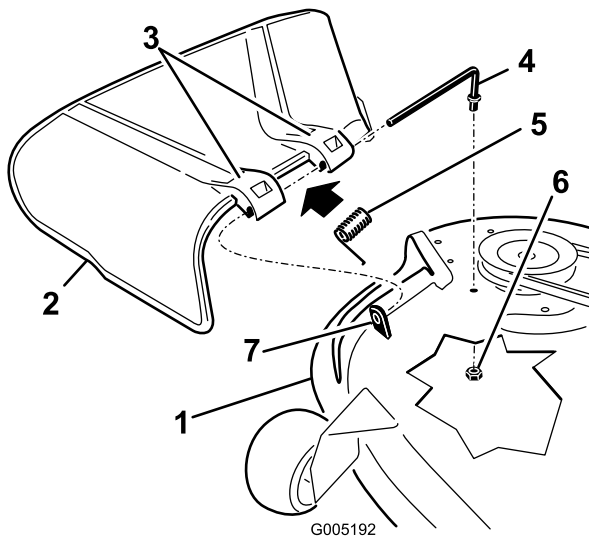

Figura 61
- Localice los elementos mostrados en la Figura 61.
- Retire la tuerca (3/8") de la varilla (debajo del cortacésped) (Figura 61).
- Retire la varilla del espaciador corto, del muelle y del deflector de hierba (Figura 61). Retire el deflector de hierba dañado o desgastado.
- Vuelva a colocar el deflector de hierba (Figura 61).
- Coloque el muelle sobre la varilla, con los extremos de los alambres hacia abajo, y entre los soportes del deflector de hierba. Deslice la varilla por el segundo soporte del deflector de hierba (Figura 61).
- Introduzca la varilla, en la parte delantera del deflector de hierba, por el espaciador corto de la carcasa. Fije el extremo trasero de la varilla en el cortacésped con una tuerca (3/8") (Figura 61).